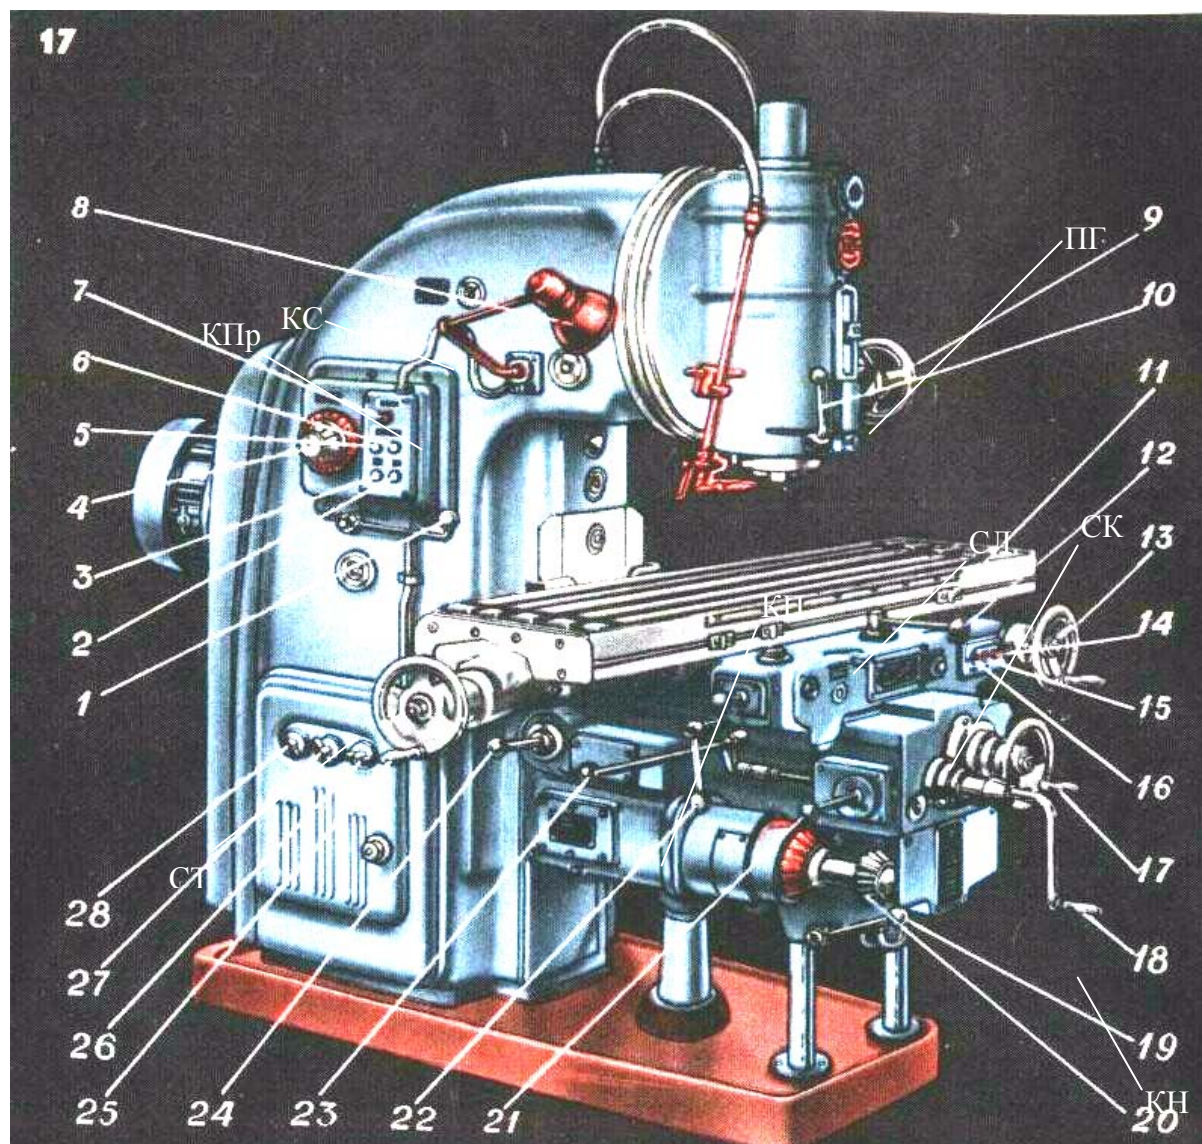

Рисунок 1 – Основные части и органы управления станка
1.2.1 Основные части станка и их назначение (рисунок 1)